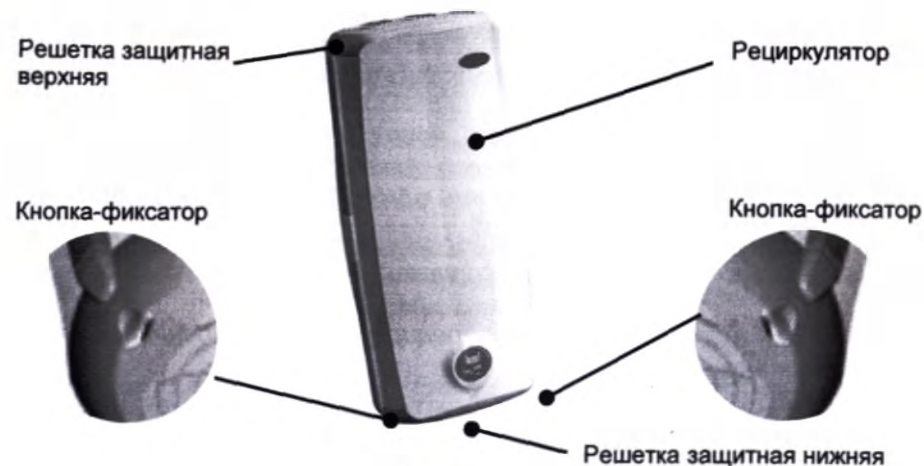
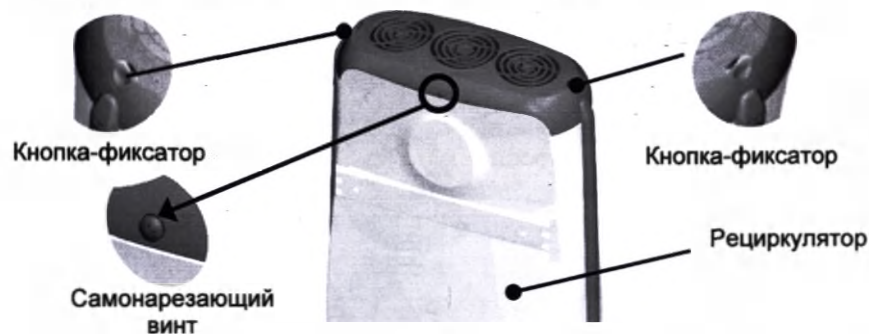

Рис.3
Рис. 5
- Установить, нажатием до «щелчка», нижнюю защитную решетку на рециркулятор (рис.3).
- Снять нижнюю защитную решетку, одновременно нажав кнопки-фиксаторы (рис. 3).
- Снять верхнюю защитную решетку, нажав одновременно кнопки-фиксаторы, предварительно открутив самонарезающий винт, фиксирующий верхнюю защитную решетку (рис.5).
- Установить нижнюю (с фильтром) (рис.3) и верхнюю (рис.5) защитные решетки нажатием до «щелчка», верхнюю защитную решетку зафиксировать самонарезающим винтом.